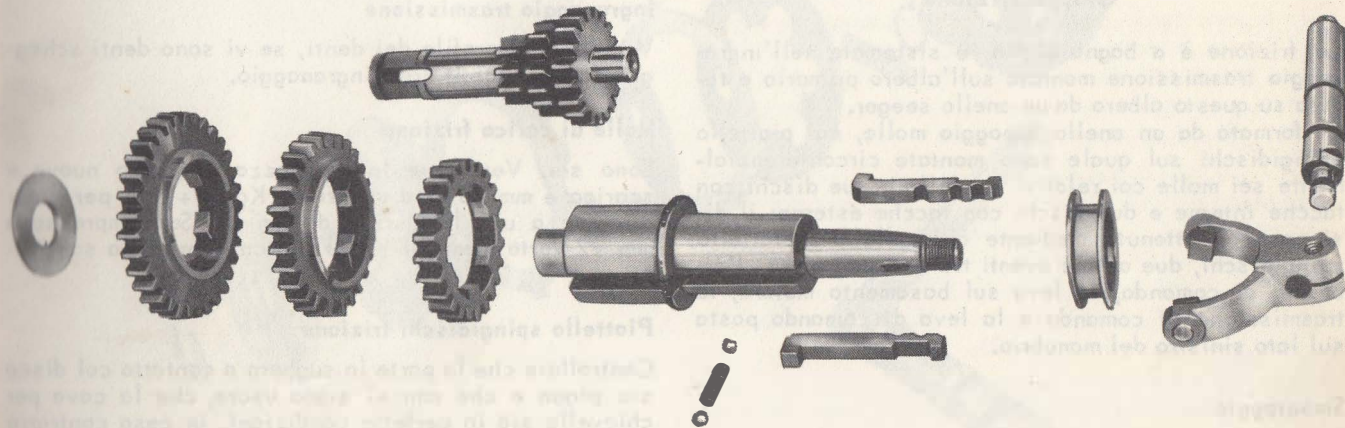

Fig. 28 - Gruppo cambio in ordine di montaggio
- C) Infine montare l'ingranaggio per I^o velocità con la parte sporgente verso l'ingranaggio per II^o velocità. Il montaggio di questi tre ingranaggi è illustrato in fig. 28.